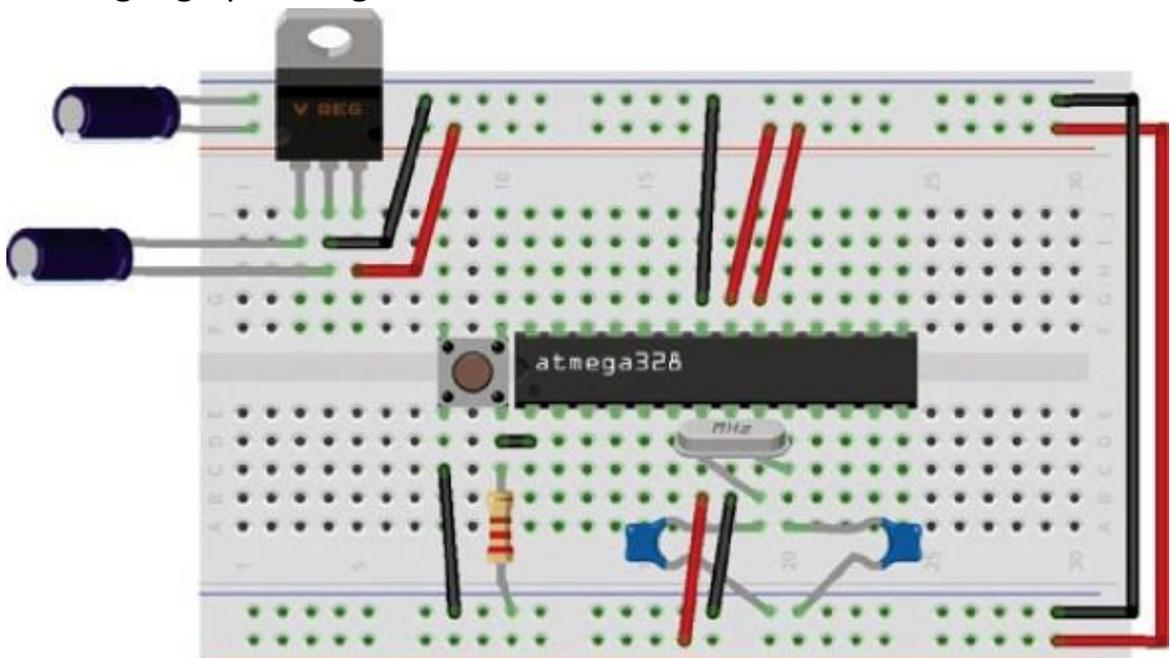

Abbildung 25-10: Anschließen der Elektrolytkondensatoren und des 5-V-Spannungsreglers L7805cv
5. Installieren Sie den 5-V-Spannungsregler L7805cv oben links so im Steckbrett, dass Sie die Beschriftung des Bauteils lesen können, wie in Abbildung 25-10 zu sehen. Die Pins sind von links nach rechts von 1-3 durchnummeriert. Verbinden Sie einen 100- μ F Elektrolytkondensator mit der Versorgungsspannung oben auf dem Steckbrett, sodass ein Pin mit +5 Volt und der andere mit Masse verbunden ist. Verbinden Sie den anderen Elektrolytkondensator mit den Pins 1 und 2 des 5-V-Spannungsreglers. Verbinden Sie dann Pin 2 des Spannungsreglers mit der Masseleiste und Pin 3 mit der Versorgungsspannsleiste.